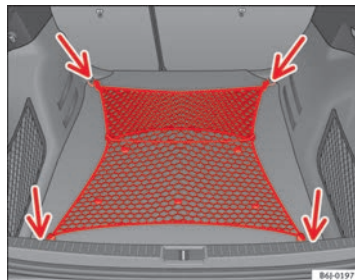

Fig. 98 Rete fermacarico distesa
- Agganciare la rete fermacarico ai quattro occhielli di ancoraggio -freccie- ⇒ fig. 98.